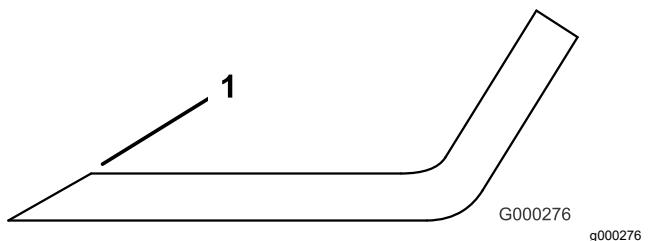

**Figura 90**
2. Examine cuidadosamente los extremos de corte de la cuchilla, sobre todo en el punto de reunión entre la parte plana y la parte curva de la cuchilla (Figura 90).
**Nota:** Puesto que la arena y cualquier material abrasivo pueden desgastar el metal que conecta las partes curva y plana de la cuchilla, compruebe la cuchilla antes de utilizar el cortacésped. Si se aprecia desgaste (Figura 90), cambie la cuchilla.